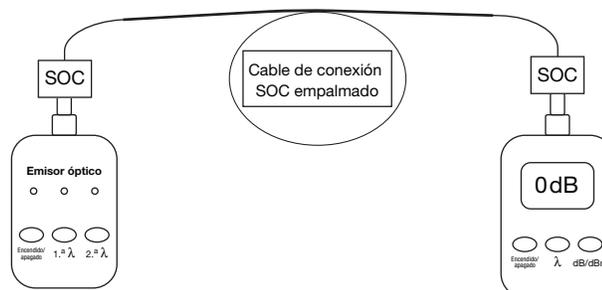

Figura 5
9. Reemplace el “cable de conexión de fibra” con el “cable de conexión empalmado con SOC”. La lectura del medidor de potencia debe ser de 0 dB MÁS 2 veces la pérdida de empalme. Consulte la Figura 5.